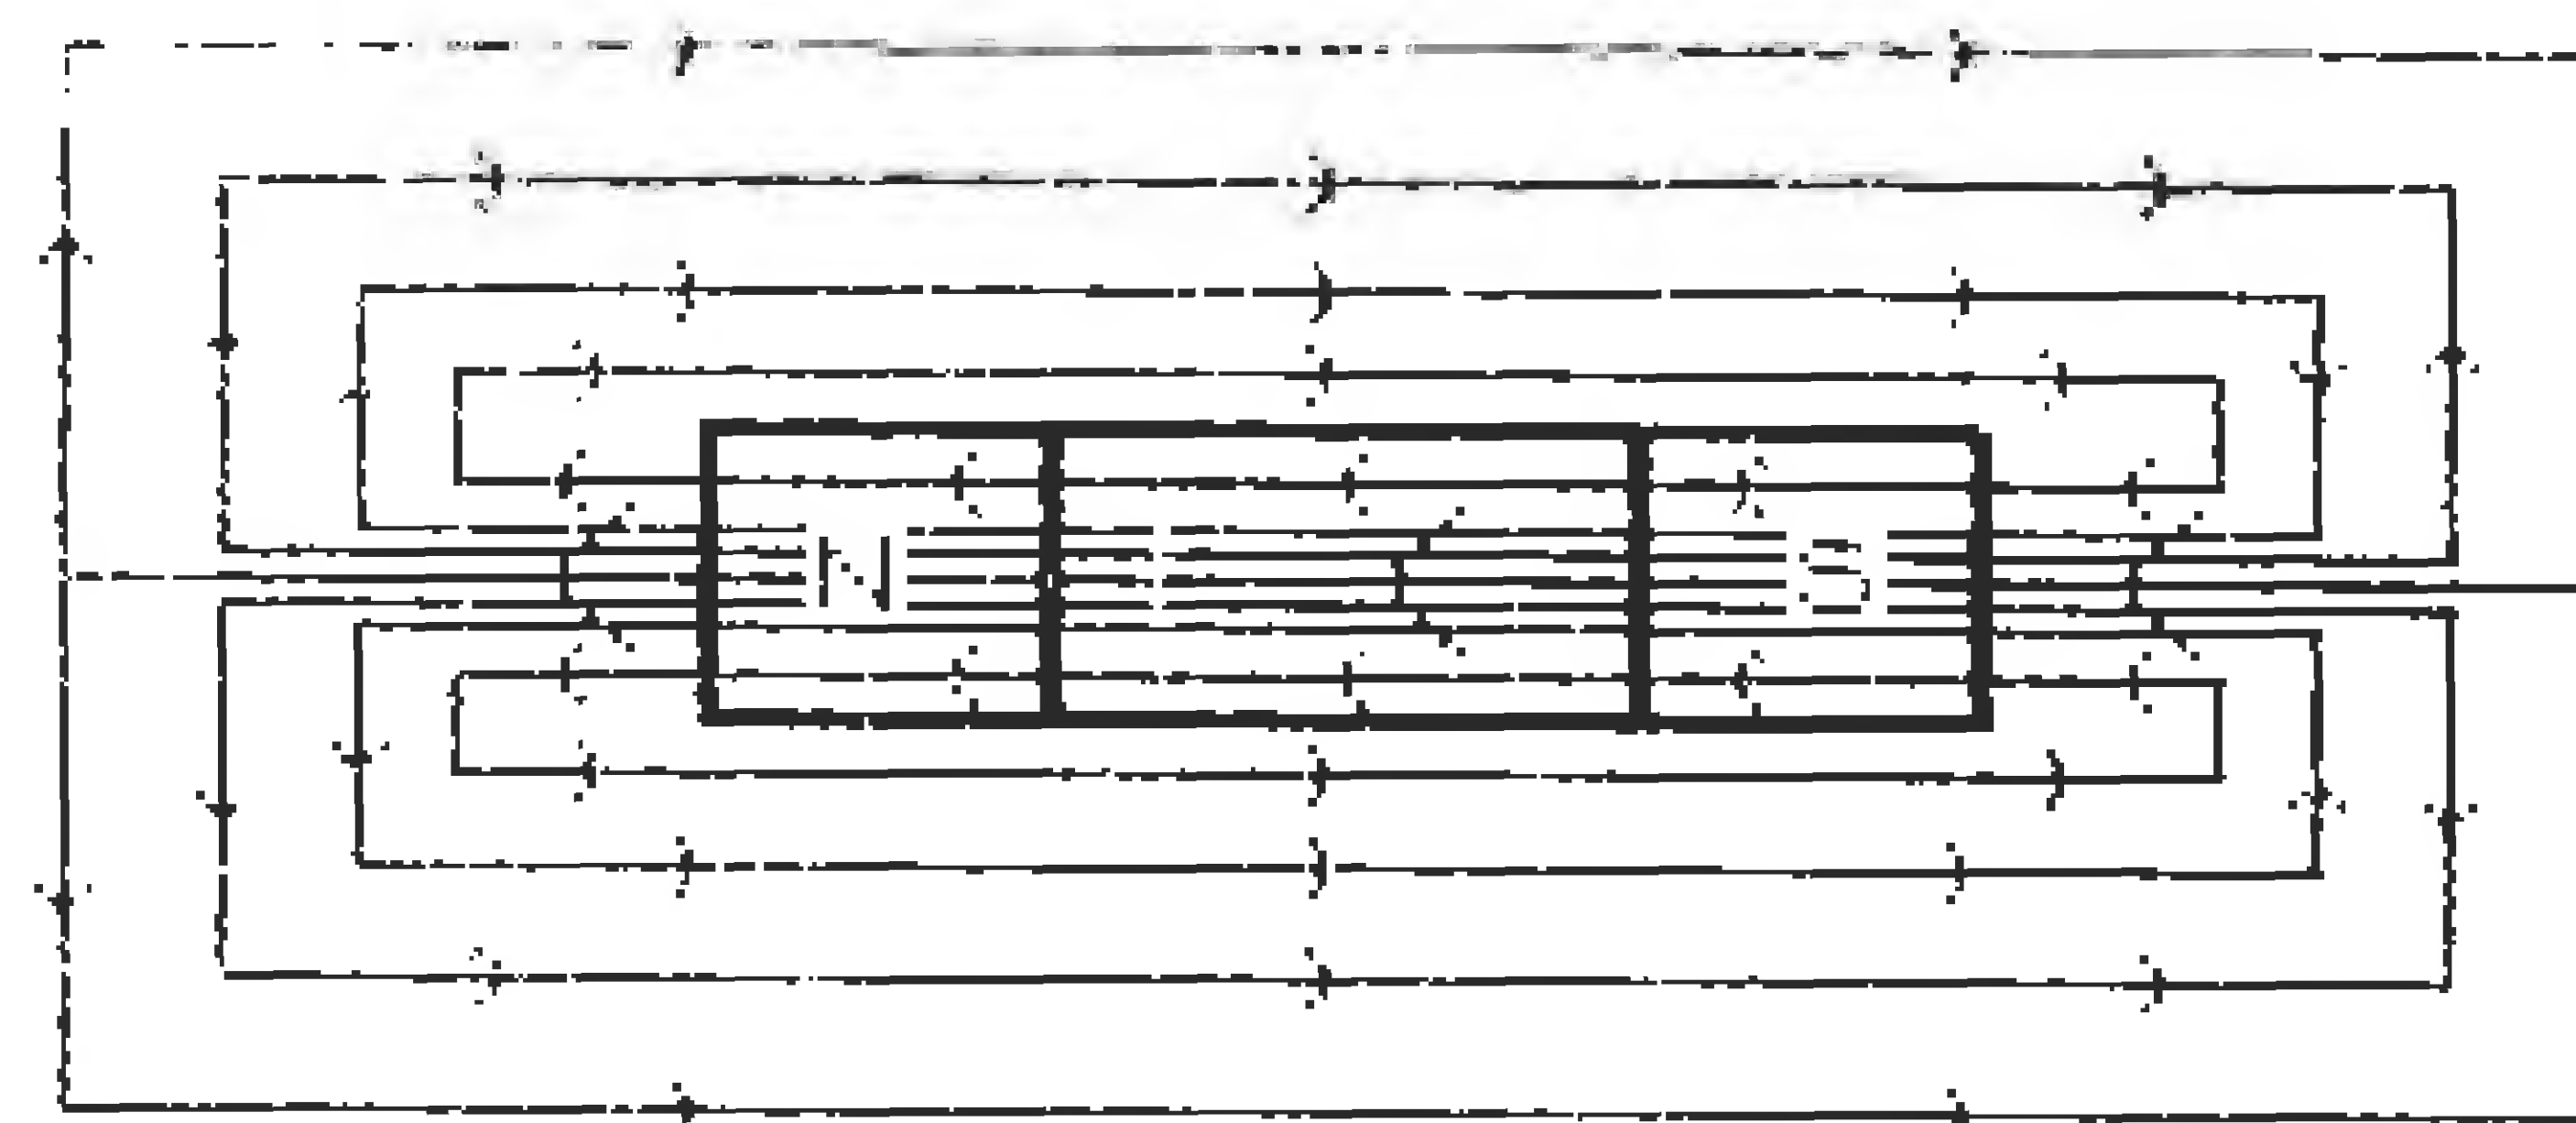

Figura 1/3
- dê pequenas pancadas na cartolina: a limalha de ferro distribui-se segundo as linhas de força do campo magnético do íman, tomando um aspecto muito semelhante ao representado pela figura 1/3.